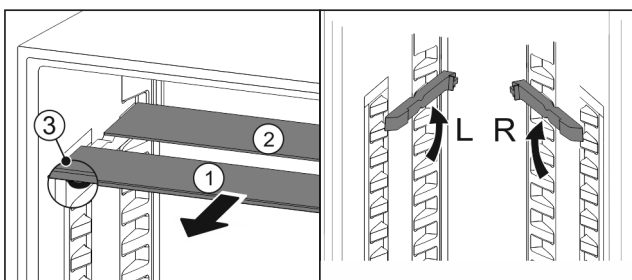

Fig. 174
- ▶ Skleněné desky jednotlivě vytáhněte dopředu Fig. 174 (1).
- ▶ Skleněná deska Fig. 174 (1) s ozdobnou lištou leží vpředu.
- ▶ Zářky Fig. 174 (3) směřují dolů.